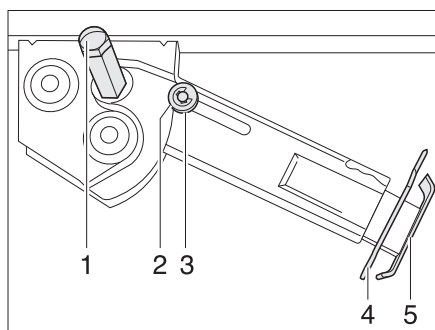

Fig. 32 Apoyo de elevación
- Colocar la llave de vaso en el hexágono (Fig. 32,1) y girarla hasta que el apoyo de elevación quede verticalmente hacia abajo.
- Extraer la clavija hendida (Fig. 32,4) de la prolongación del pie de apoyo (Fig. 32,5).
- Colocar la llave de vaso en el hexágono (Fig. 32,1) y girarla hasta que el apoyo de elevación esté de nuevo libre del suelo.
- Introducir totalmente la prolongación del pie de apoyo (Fig. 32,5) e introducir la clavija hendida (Fig. 32,4) en el orificio previsto para ello que hay en la prolongación del pie de apoyo.
- Girar con la llave de vaso en el hexágono (Fig. 32,1) hasta que el apoyo de elevación bascule hacia arriba y la arandela de guía (Fig. 32,3) esté totalmente introducida en la entalladura (Fig. 32,2).